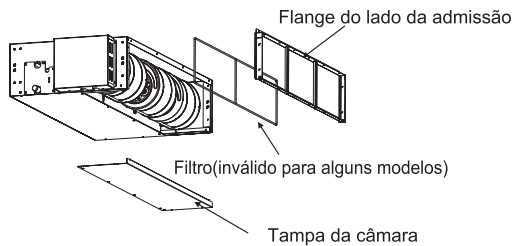
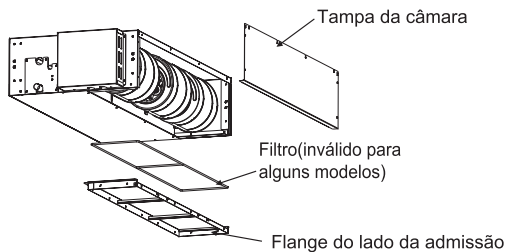

Fig. 3.1.2
Fig. 3.1.3
- (1) Remova a tampa da câmara.
- (2) Coloque novamente o filtro removido na orientação mostrada na Fig. 3.1.2, recolha a tampa da câmara, que havia sido removida, na orientação mostrada na Fig. 3.1.3. Consulte a Fig.3.1.3 para a direção correta do filtro.